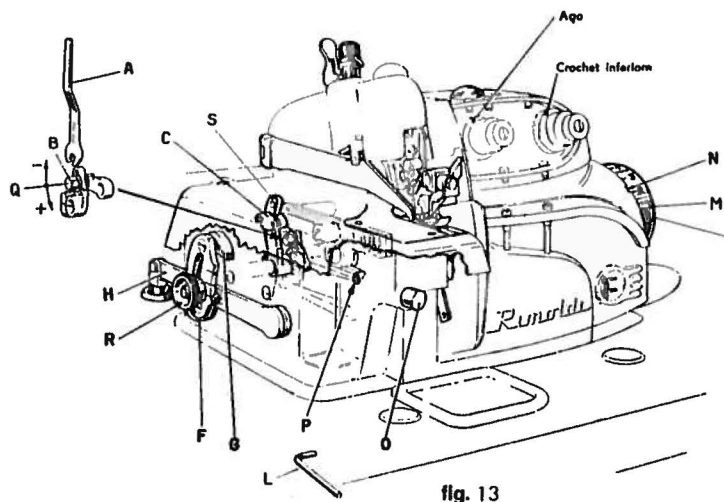

fig. 13
9. Trasporto (fig. 13).
e) Variazione lunghezza punto (fig. 13)